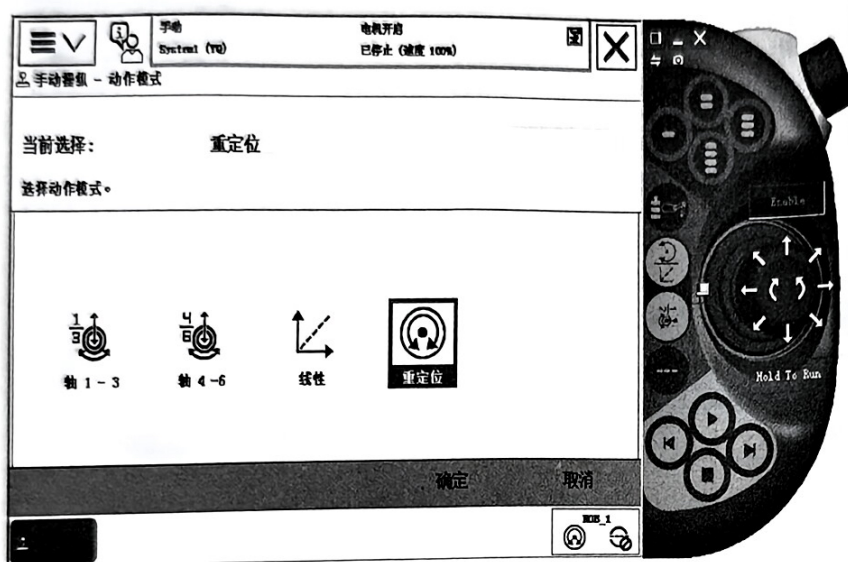
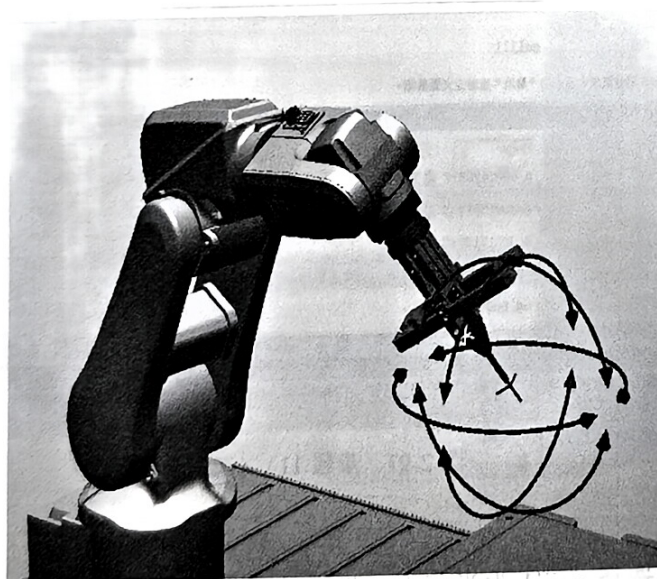

图 2-99 步骤 2) (一)
图 2-100 步骤 2) (二)
2) 将动作模式切换为重定位, 如图 2-99 所示。此时可以观察到, 不论怎么动, 机器人始终围绕着轨迹工具的笔尖点运动, 如图 2-100 所示。